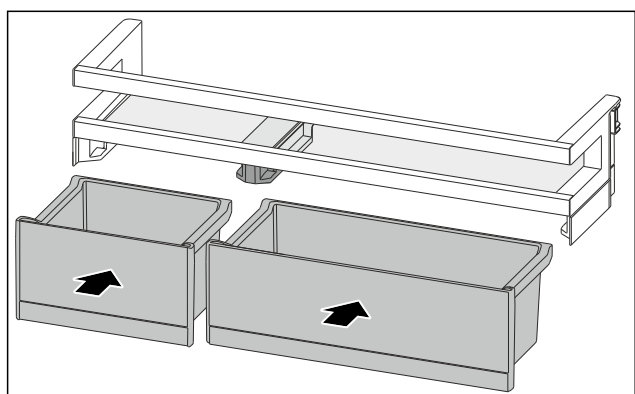

Fig. 225
- Vstavite bokse VarioBox v obratnem vrstnem redu. (glejte Fig. 225)